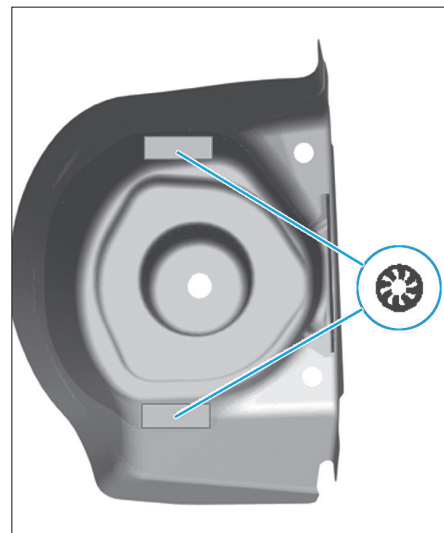

FIG. 35
• Souder la tourelle de jambe de force avec le renfort de tourelle par bouchonnage (Fig.35).